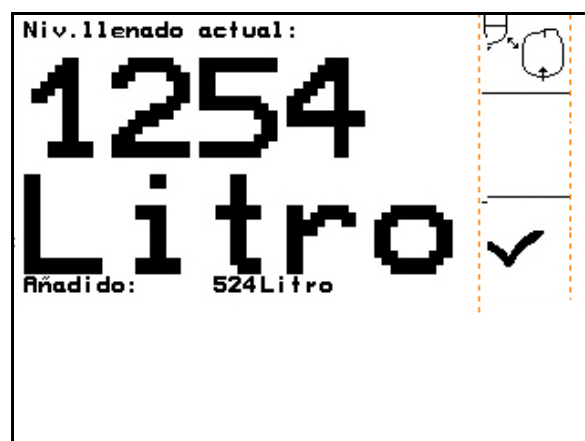

Fig. 113
1.  Activar el menú de llenado (Fig. 113).